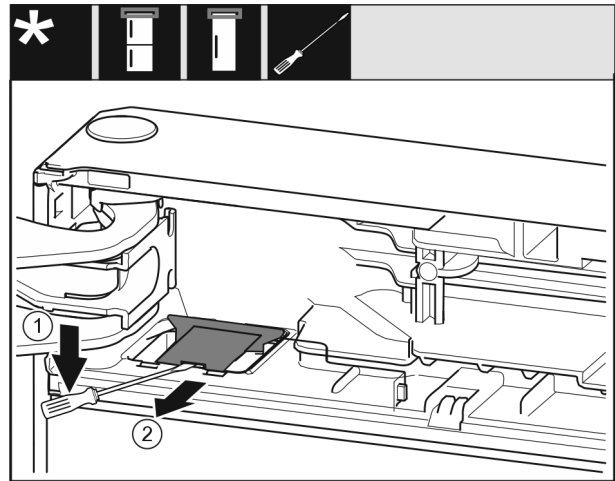

Fig. 7
- Met een sleufschroevendraaier de afdekking losmaken en optillen. Fig. 7 (1)
- Afdekking eruit nemen. Fig. 7 (2)